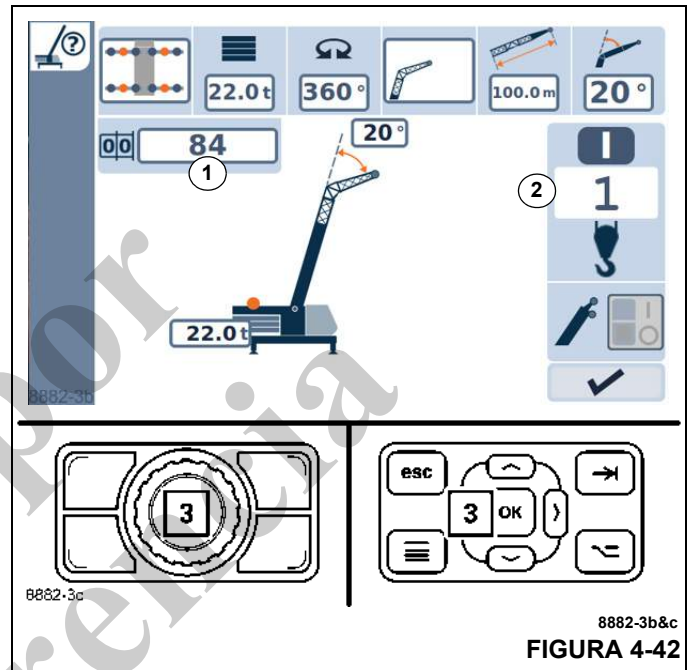

FIGURA 4-42
Se visualiza el último modo de aparejo establecido y los símbolos (1, Figura 4-42) y (2) destellan de color verde.